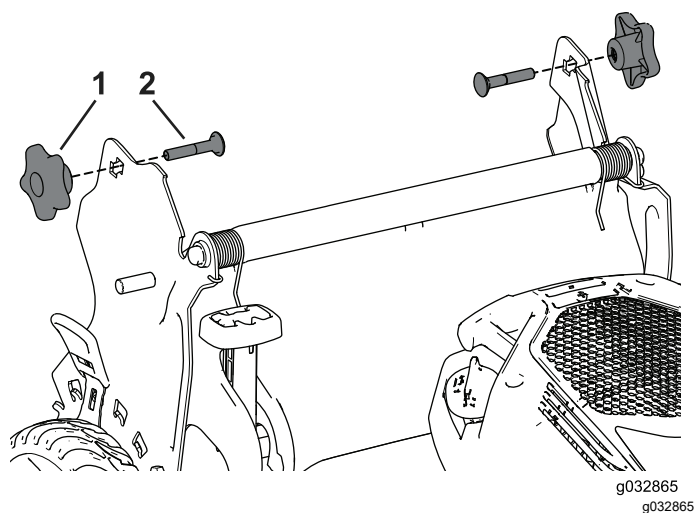

Figura 24
4. Inserite il bullone a testa tonda (con la testa del bullone rivolta verso l'interno) attraverso la staffa della stegola e il foro superiore nell'estremità della stegola. Assicuratevi che i bordi quadrati di ciascun bullone a testa tonda si inseriscano nel foro quadrato superiore o inferiore nella relativa staffa della stegola (Figura 24).